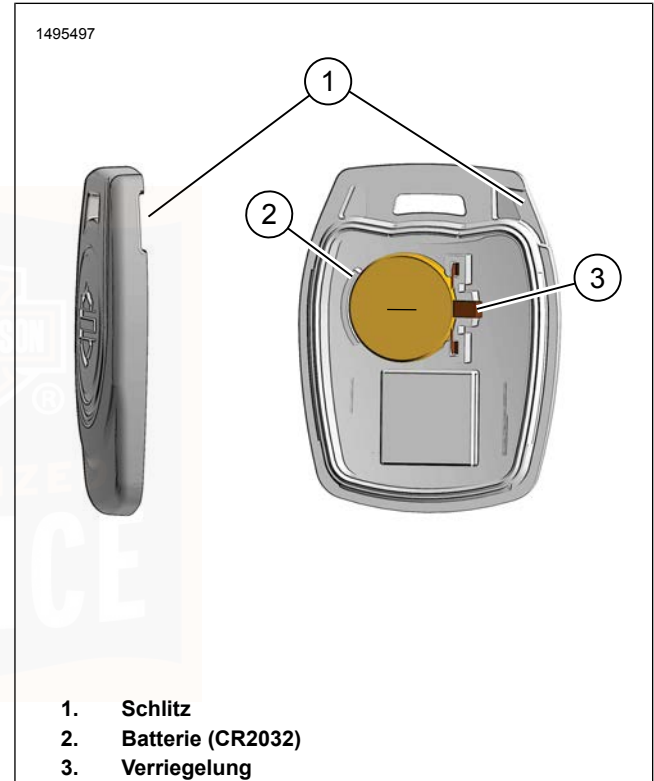

Abbildung 24. Schlüsselanhängerbatterie austauschen
- *Siehe Abbildung 24. Die Seriennummer auf dem Schlüsselanhänger befindet sich auch auf der Innenseite des Schlüsselanhängers.*
1. Siehe Abbildung 24. Zum Öffnen des Schlüsselanhängers den Schlitz (1) mit einem dünnen Gegenstand drehen.
2. Die Batterie (2) herausnehmen und gemäß den örtlichen Bestimmungen entsorgen.